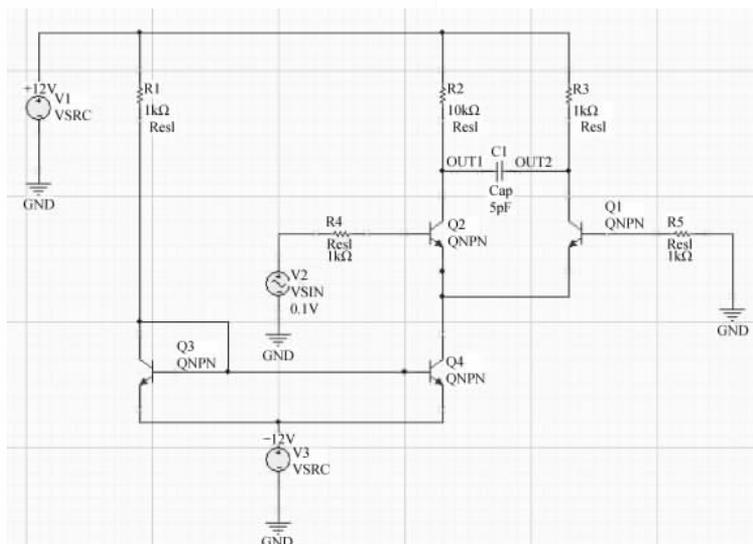

图 3-67 修改电路元器件参数
(6) 如图 3-67 所示,将 V1 和 V3 分别设置为 +12V 和 -12V。其他元器件参数按图 3-67 所示进行设置。
(7) 为了方便对仿真结果的分析,如图 3-67 所示,在电容 C1 的两端分别放置名字为 OUT1 和 OUT2 的网络标号。